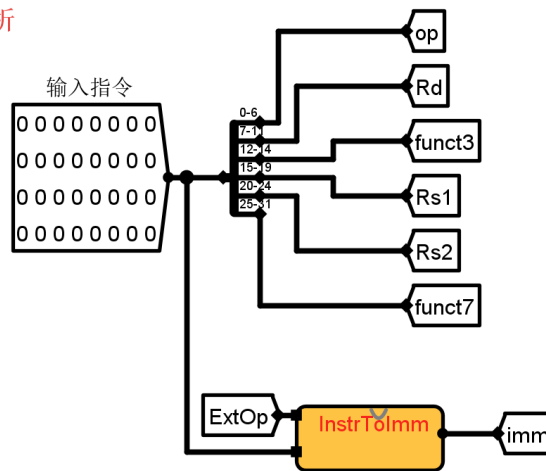

图 8 指令各字段分解原理图
- (2) 分别读出第(1)步写入的 5 条指令, 并将读出的指令分解出 opcode、rd、funct3、rs1、rs2 和 funct7 字段 (如图 8 所示)。